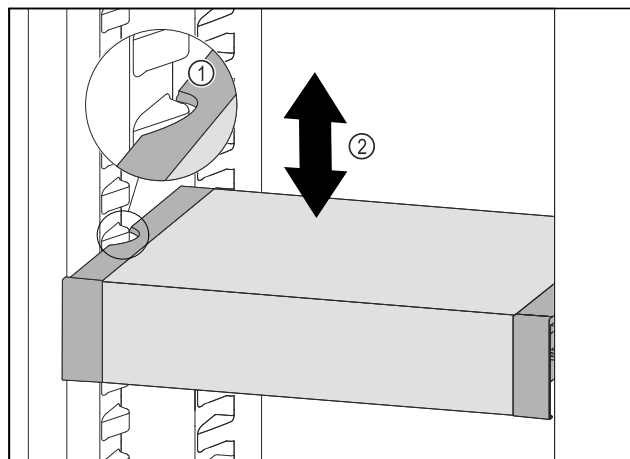

Fig. 111
- VarioSafe naar voren trekken tot de uitsparingen aan de zijkant van de VarioSafe zich ter hoogte van de rib in het koelgedeelte bevinden. Fig. 111 (1)
- VarioSafe in het koelgedeelte omhoog of omlaag bewegen tot de gewenste hoogte is bereikt. Fig. 111 (2)